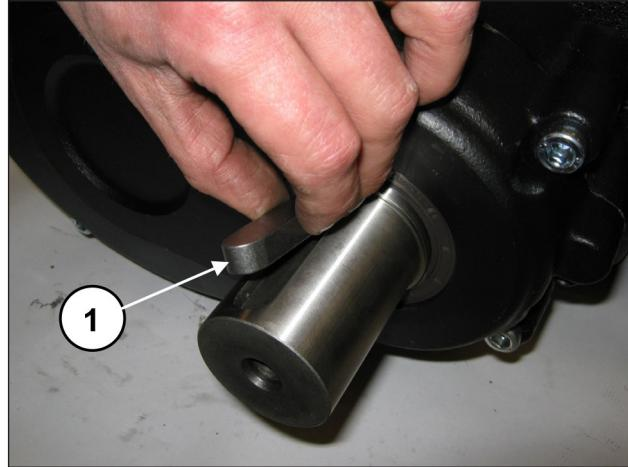

Fig. 3
Déposer la clavette de l'arbre de prise de force (rep. ①, Fig. 3).